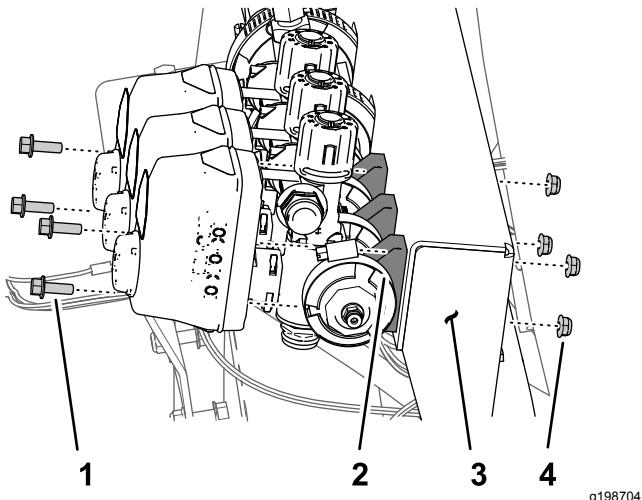

Figure 68
1. Retirez les 2 boulons à embase (1/4" x 3/4") et les 2 contre-écrous (1/4") qui fixent la vanne de section de rampe gauche au support de collecteur (Figure 68).
2. Retirez les 2 boulons à embase (1/4" x 3/4") et les 2 contre-écrous (1/4") qui fixent la vanne de section de rampe droite au support de collecteur (Figure 68).
3. Retirez le collier bride (40 à 64 mm), assorti du joint (25 x 35 mm), qui fixe la bride de la vanne de section gauche à l'adaptateur (Figure 68).